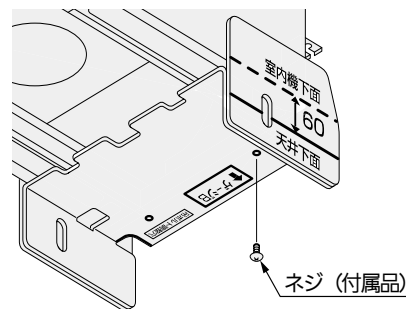

図 11
ゲージは矢印を外向きにして、○（太丸）印部へ穴を開けて付属 M5 ネジ（各 2 本）で取り付けます。（図 11）
- ② ゲージで室内ユニット本体の高さ調節もできます。吊ボルト調節穴より吊ボルトナットを上下させて、ゲージの天井下面を天井面に合せると室内ユニットの高さ調節ができます。（この時、吊ボルトの上ナットはフリーの状態にする必要があります）（図 11）